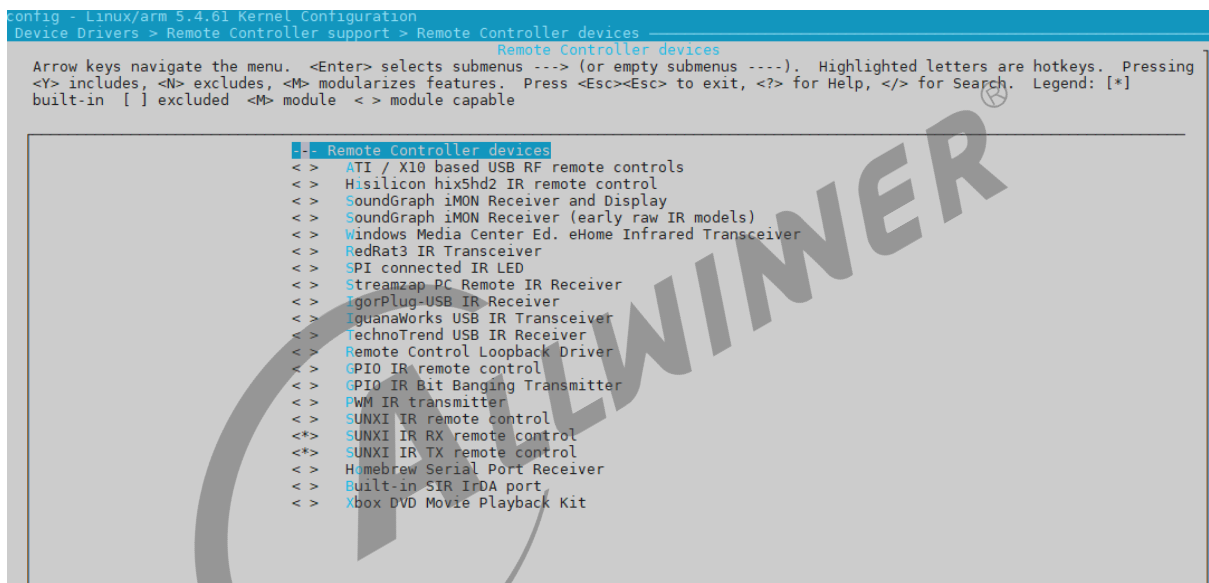

图 4-3: Linux-5.4 SUNXI IR 驱动配置界面
3. 最后选择设备驱动，以 T113s3 为例，这里使用的是 SUNXI IRRX remote control 以及 SUNXI IR TX remote control，如图 4-3 所示：